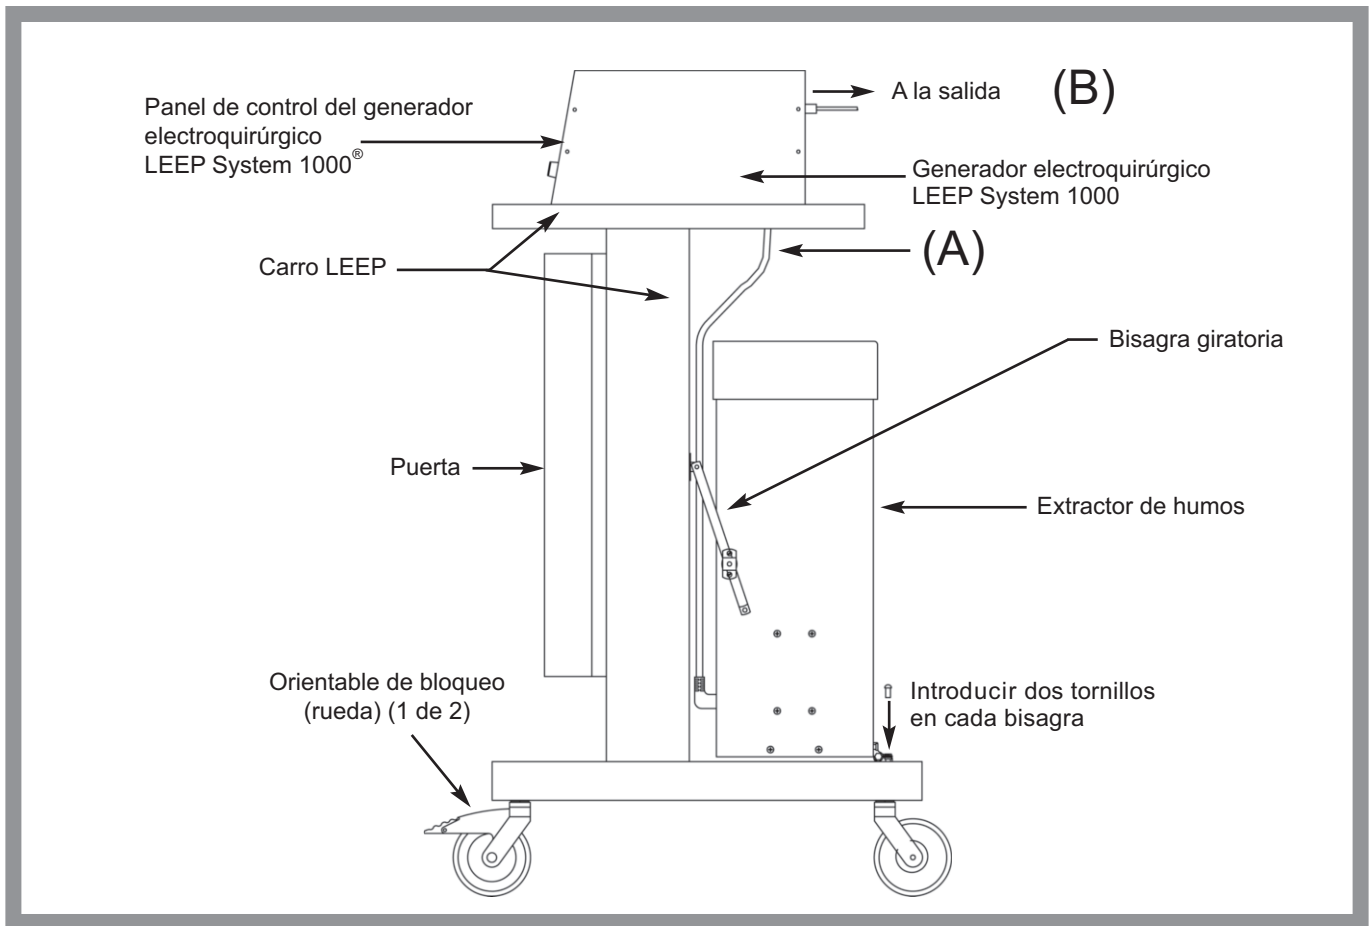

Figura 1
3. Retire los tornillos del lado del extractor de humos y sujete el soporte de la bisagra basculante al extractor de humos. Consulte la Figura 1.
Después de abrir la caja del generador electroquirúrgico, alinee los pasadores de la parte inferior del generador electroquirúrgico con los orificios correspondientes situados en la parte superior del carro. Consulte la Figura 1.